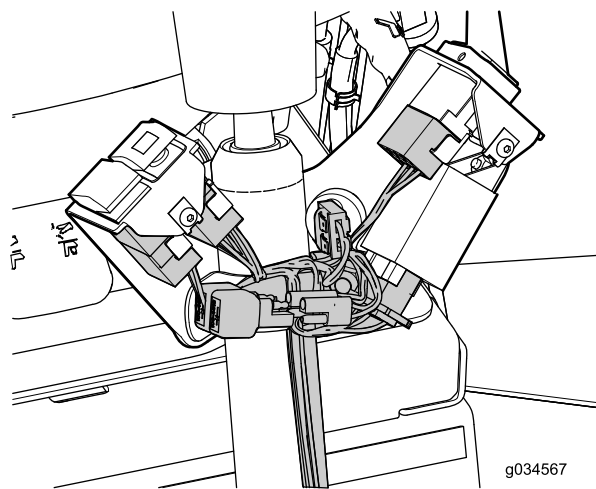

Figur 20
6. Skär ut en U-formad skåra på skyddet (Figur 20).